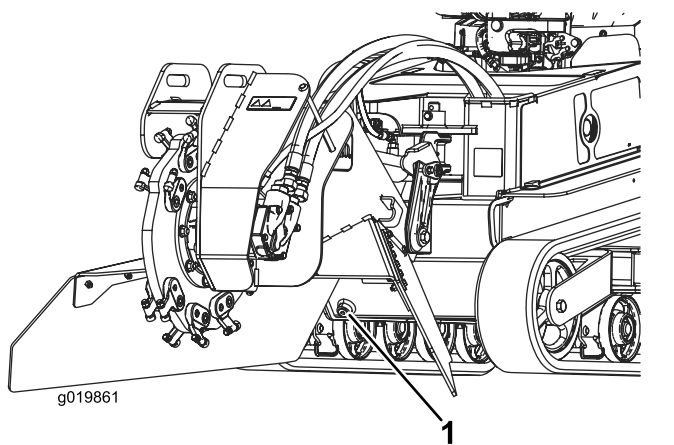

Figura 62
7. Togliere il tappo di spurgo del serbatoio idraulico e lasciare defluire il fluido nella bacinella (Figura 62).